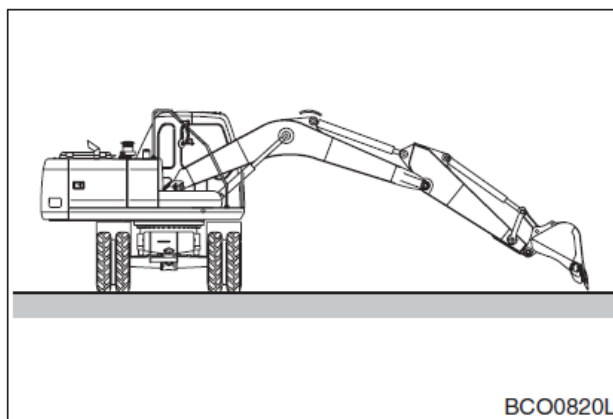

Рис. 85
1. Установить машину на плотном ровном грунте. Повернуть верхнюю часть машины перпендикулярно колесам (90°). Опустить стрелу и установить ковш на грунт, как показано на рис. 85.